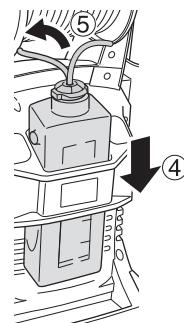

图 14
- ① 从清洗机取下清洁剂瓶进水管。
- ② 从底部将清洁剂瓶推出，从顶部将其取下。
- ③ 用水龙头的流水将清洁剂瓶、进水管和滤网清洗干净。
- ④ 重新装入瓶子时，按图 14 所示，按住瓶子尽量推压底部的突出部分到底。
- ⑤ 将进水管插入清洗机，拧紧瓶盖以防灰尘或污垢进入。